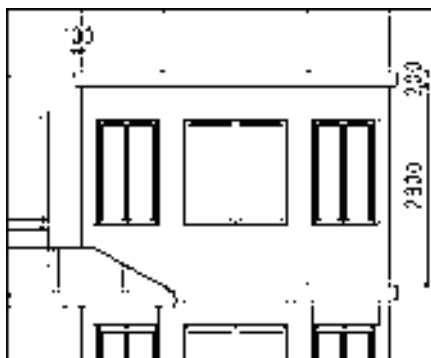

图 13-180 修剪直线
6) 绘制墙面装饰图形。调用“直线”命令，绘制直线；调用“修剪”命令，修剪直线，结果如图 13-180 所示。